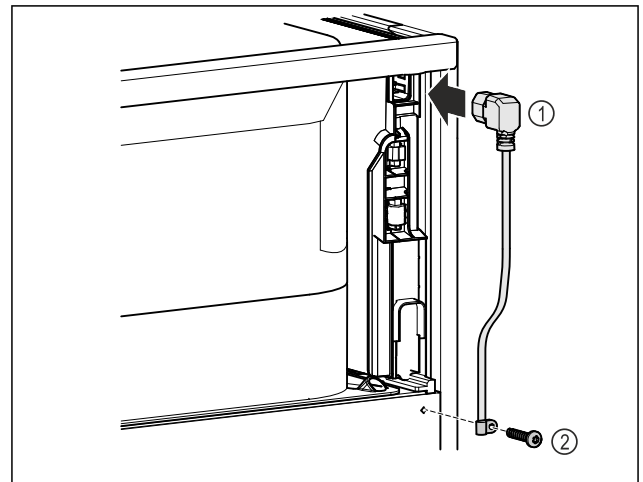

Fig. 11
- Insertar el conector para aparatos de frío del cable de alimentación Fig. 11 (1) en la parte posterior del dispositivo.
- Montar la protección contra tirones Fig. 11 (2).